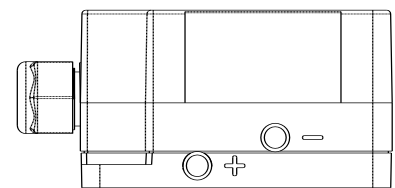

图 4
2. 软管连接。配件中提供了一条长 2m，内径 6.0mm 的塑料软管，可视现场情况裁减使用。建议用尽可能短的软管，连接上述连接附件和开关体上的压力接口。高压端接到“+”口，位于开关体的底部。低压端接到“-”口，位于开关体的中部，如图 4。